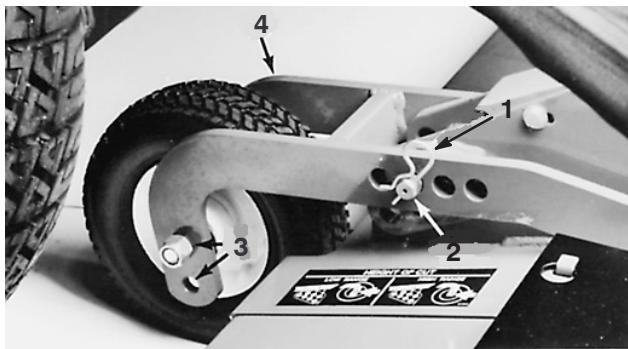

Figure 12
- Sur le plateau de coupe avant, enlevez la goupille fendue et les axes de chape des bras pivotants arrière (Fig. 12). Alignez les trous des bras pivotants avec ceux du support de hauteur de coupe sélectionné dans les bâts des plateaux de coupe. Insérez les axes de chape et installez les goupilles fendues (Fig. 12).